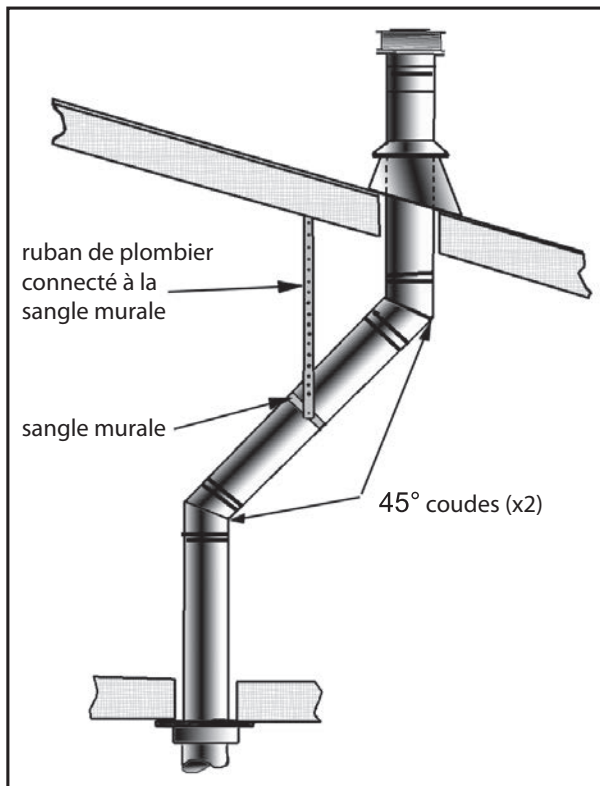
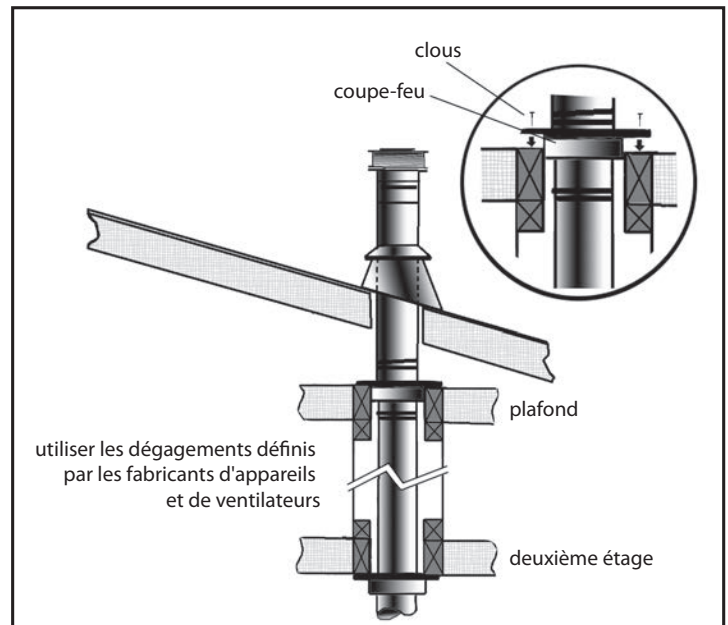

Figure 56: Utilisation de sangles murales
Figure 57: Installation de tuyaux de ventilation sur plusieurs étages
- ÉTAPE 6.** Une fois que les sections de tuyau ont été assemblées et remontées par le trou dans le toit, passez une courroie coudée sur les sections exposées, pliez les courroies de support vers l'extérieur et abaissez la courroie coudée au niveau du toit, comme indiqué dans Figure 56. Serrez le collier autour de la section de tuyau. Utilisez un niveau pour vous assurer que le tuyau est vraiment vertical. Avec des clous à toiture, fixez les sangles de support au toit. Scellez les têtes des trous avec du mastic non durcissant. Coupez la longueur excédentaire des sangles de support qui dépassent du bord du solin.
Tableau 8: Dimension minimale 'H' pour Figure 56.
- (1) Si un décalage dans le grenier est nécessaire pour éviter les obstructions, il est important de soutenir le tuyau d'évent tous les 914 mm (3 pi) afin d'éviter toute contrainte excessive sur les coudes et une séparation éventuelle. Des sangles murales sont disponibles à cet effet (voir Figure 56).
- (2) Lorsque cela est possible, utilisez des coudes à 45 ° au lieu de 90 °. Le coude à 45 ° offre moins de restriction au flux de gaz de combustion et d'air d'admission.
- (3) Pour les installations à plusieurs étages; un coupe-feu de plafond est requis au deuxième étage et à tous les étages suivants (voir la Figure 57). L'ouverture doit être encadrée aux dimensions intérieures de 10 "(254 mm) x 10" (254 mm), de la même manière que celle illustrée à la Figure 46.